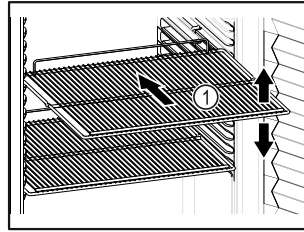

Fig. 61 Ενδεικτική απεικόνιση
- Εάν οι σχάρες Fig. 61 (1) είναι ρυθμιζόμενες, προσαρμόστε τα ανάλογα με το ύψος.